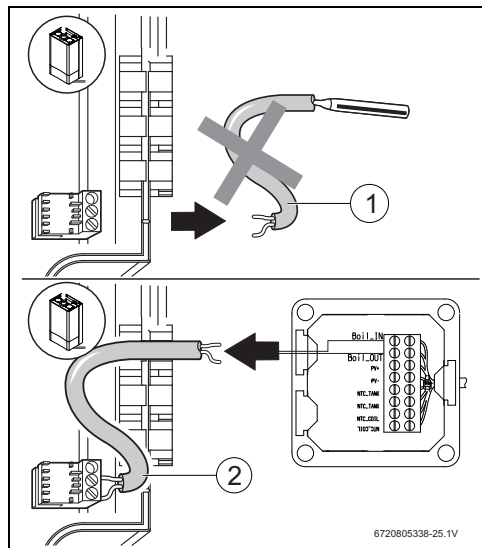

Fig. 10
- ▶ Desligar a sonda NTC do tanque da caldeira (Fig. 10, [1]).
- ▶ Ligar, nos mesmos terminais da sonda NTC do tanque da caldeira, os dois fios do cabo adicional (Fig. 10, [2]).